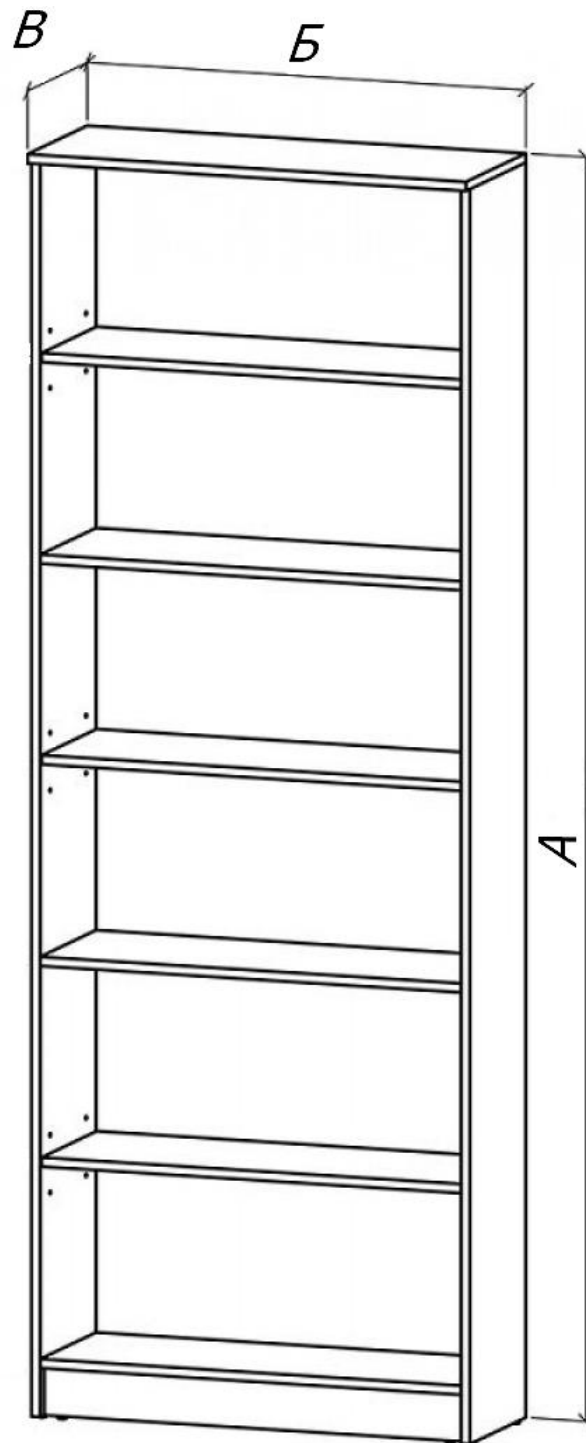

Рис. 7.1. Стелаж
**Завдання:** в програмі *Астра Конструктор Меблів* створити модель стелажа (рис. 7.1), розрахувати вартість матеріалів необхідних для виготовлення виробу.
2. Використовуючи знання та вміння з попередніх робіт відповідно до варіанту (табл. 7.1), який повинен відповідати порядковому номеру в журналі групи побудувати модель стелажа за зразком (рис. 7.1). Позаду стелажу повинна бути задня стінка з ДВП.